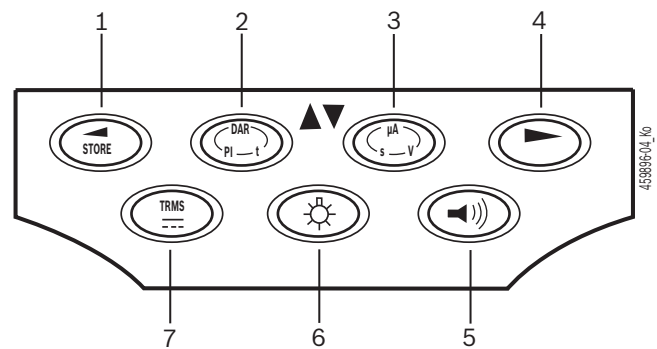

Fig. 3: Teclas de função FSA 050
A retroiluminação da tela LCD pode ser selecionada com o FSA 050 ligado (fig. 3, pos. 6). A retroiluminação se desliga automaticamente após 20 segundos.
O besouro (fig. 3, pos. 5) pode ser ligado para a medição da passagem. O símbolo surge na tela LCD (fig. 5, pos. 4).
! Durante uma comunicação Bluetooth, depois de premissa a tecla de seleção ► (fig. 3, pos. 4), surge na tela LCD a indicação **bt** durante aprox. um segundo (fig. 5, pos. 2).